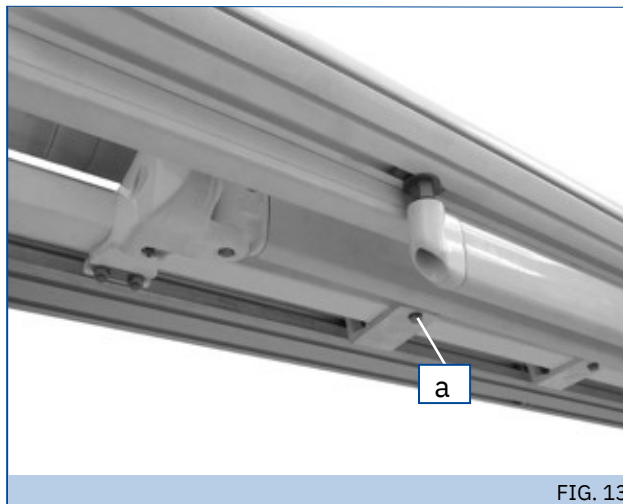

FIG. 13
6. Fissare la barra quadra alle staffe tramite l'apposita vite (A-FIG. 13).